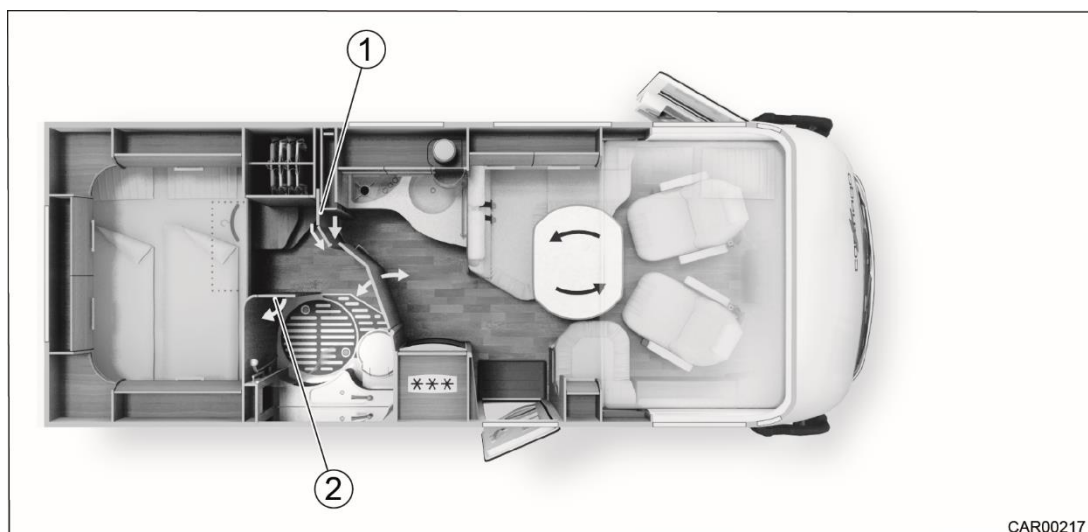

Fig. 78 Création d'un dressing au niveau de la salle de bains combinée et du lit deux personnes
1. Ouvrir le bouton-pression (Fig. 78/1) pour desserrer le blocage de la paroi de séparation.
6. Tourner le verrou tournant (Fig. 78/2) dans le sens horaire pour desserrer l'élément de porte pivotant.